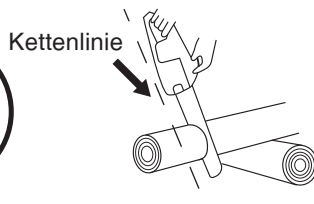

Abb. 15
- Halten Sie Ihren linken Arm in einer “gestreckten Arm”-Position, um der Rückschlagkraft besser standzuhalten (Abb. 15).
- Halten Sie alle Körperteile links von der Kettenlinie (Abb. 15).